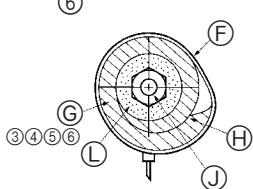

Fig. 7-3
- ⑥ Anslutningsdel (Fig. 7-3)
- ⑦ Band ⑧
- ⑨ Rörskydd ③ ④ ⑤ ⑥
- ⑩ Dra åt
- ⑪ Värmeisolering för köldmedelsrör
- ⑫ Köldmedelsrör